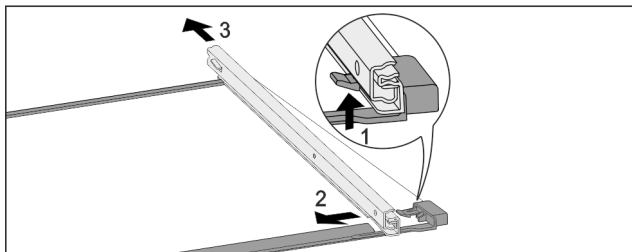

Fig. 157 Skleněná deska s kolejničkami
- ▶ Přední aretační háček zatlačte nahoru. Fig. 157 (1)
- ▶ Výsuvnou kolejničku vysuňte stranou Fig. 157 (2) a dozadu Fig. 157 (3).